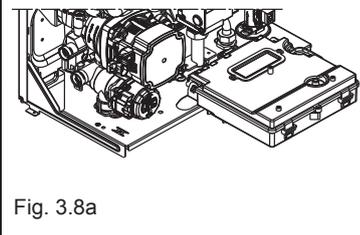

Fig. 3.8a
- svitare la vite di fissaggio (E) del cruscotto (fig. 3.8a)